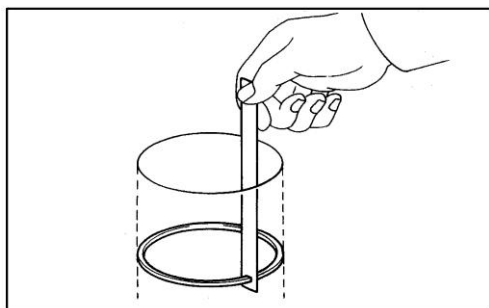

Рисунок II-215
3) Измерьте зазор замка при помощи щупа. ((см. Рисунок II-215))